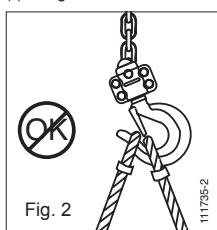

Fig. 2
1. que el accesorio de amarrar de la carga sostiene al fondo del gancho y no impide el cierre del trinque de seguridad (ver las fig. 2 y 3).